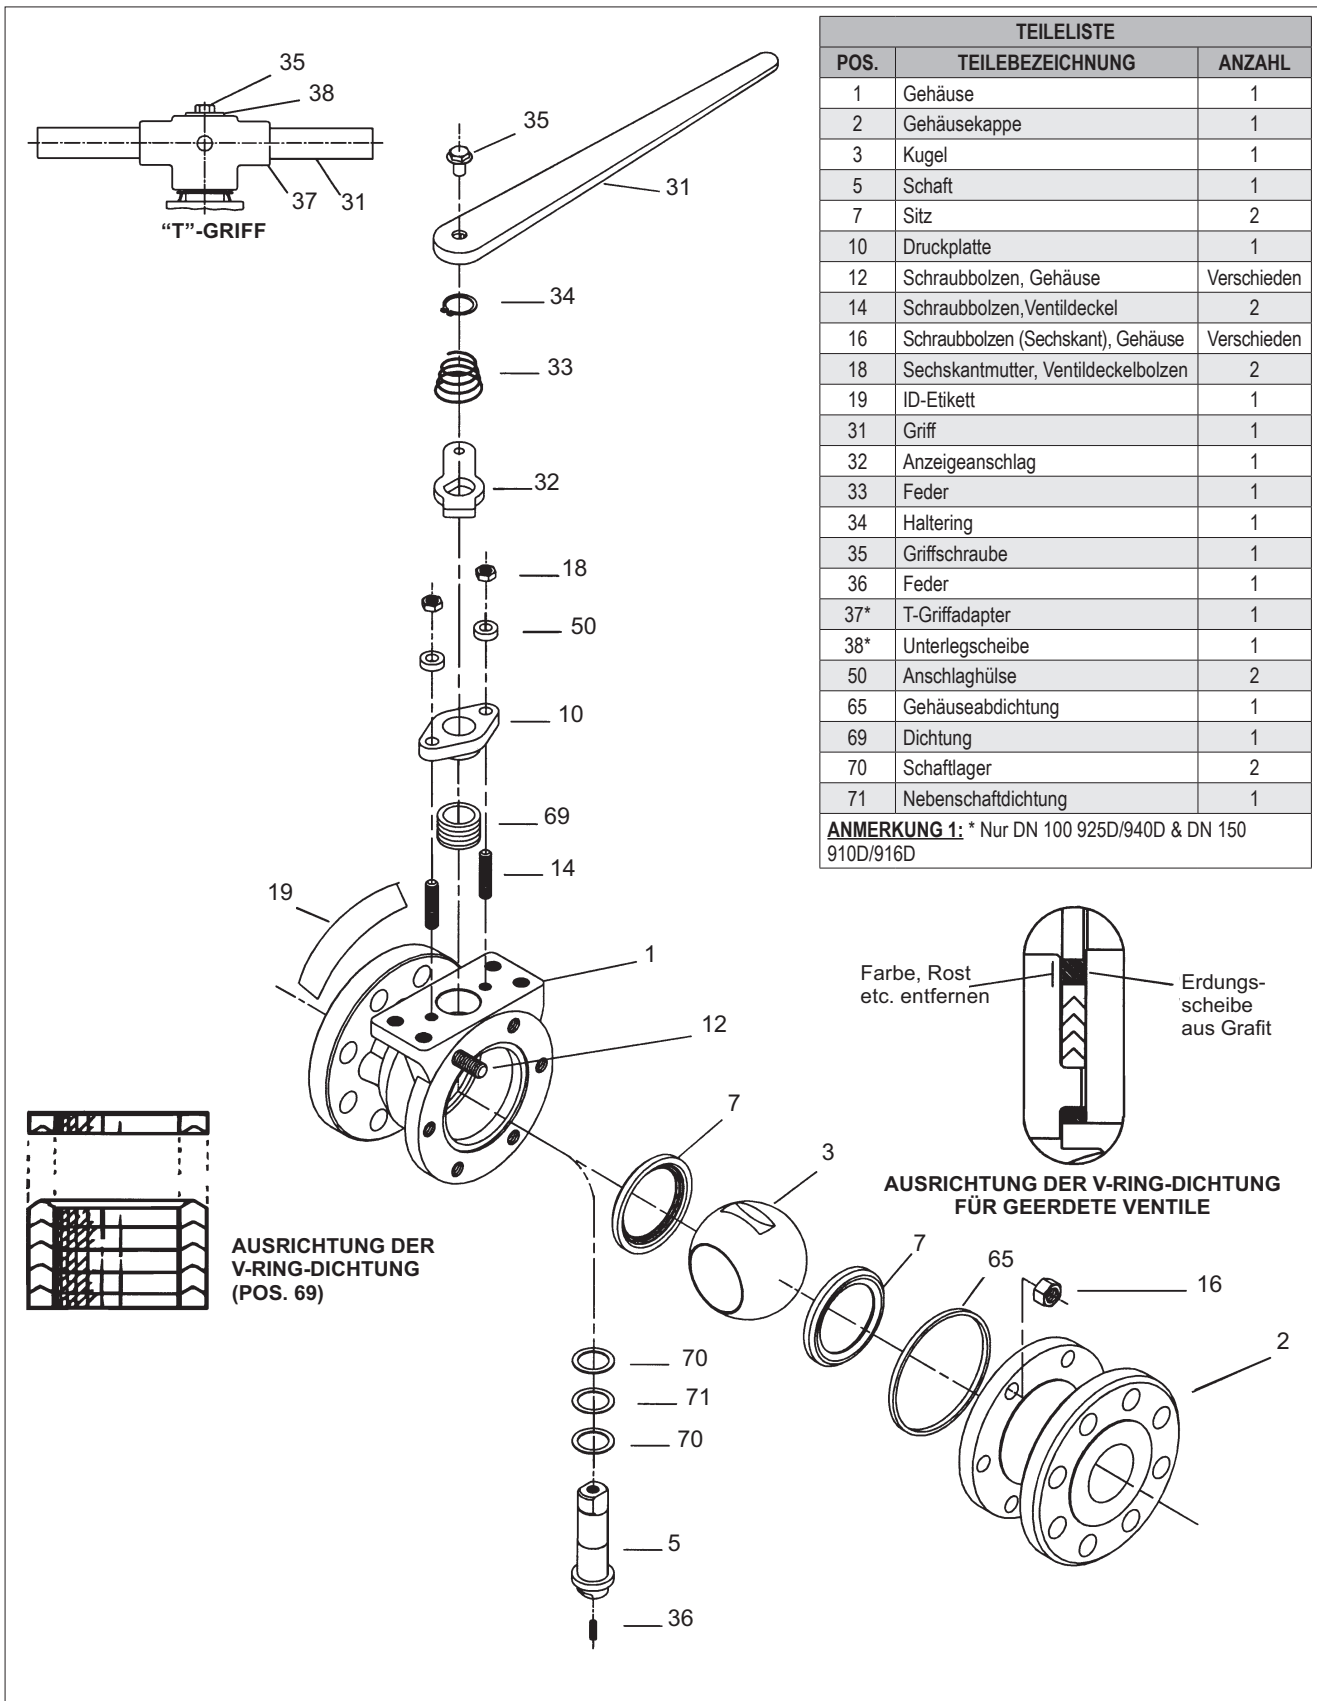
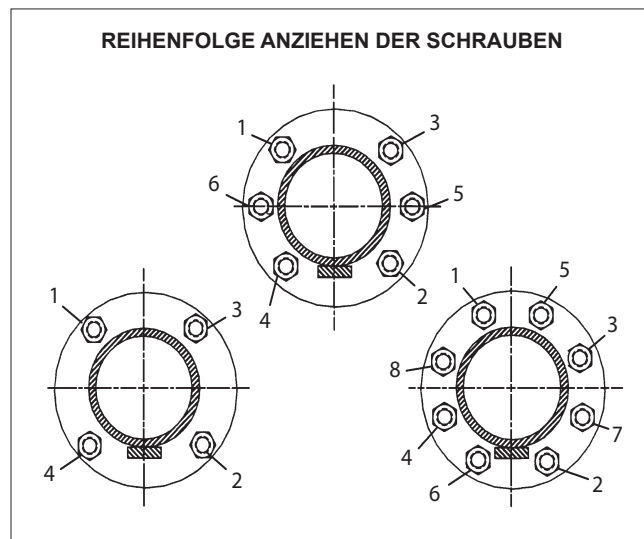

Abb. 1.
Abb. 2.
HEBEN SIE NIEMALS DAS VENTIL ODER DIE GESAMTE EINHEIT BESTEHEND AUS VENTIL UND STELLANTRIEB AM STELLANTRIEB, STELLUNGSREGLER, ENDSCHALTER ODER DEREN ROHRLEITUNG HOCH. LEGEN SIE DIE HEBEVORRICHTUNG VORSICHTIG UM DAS VENTILGEHÄUSE. WIRD DIES NICHT BEACHTET, KÖNNEN HERUNTERFALLENDE TEILE PERSONEN ODER SACHSCHÄDEN VERURSACHEN (SIEHE ABBILDUNG 2).
5. Stellen Sie das Gehäuse (1) vorsichtig hin und installieren Sie einen Sitz (7).
6. Stecken Sie vom Ventilerinneren ein Drucklager (70), eine Nebenschaftdichtung (71) und das zweite Drucklager in die Schaftbohrung. **(Siehe Abb. 1 für die ordnungsgemäße Ausrichtung.)** Platzieren Sie die Feder (36) unten in den Schaft.
7. Stecken Sie den Schaft (5) von der Innenseite des Gehäuses durch den Ventildeckel.
8. Installieren Sie die Dichtung (69). **(Falls es sich bei der Abdichtung um eine V-Ring-Dichtung handelt, muss sie auf jeden Fall in der in Abbildung 1 gezeigten Richtung installiert werden.)** Falls das Ventil geerdet werden muss, nehmen Sie einen der mittleren V-Ringe ab und platzieren Sie die Grafiterdscheibe oben auf den Stapel. **(Siehe Abbildung 1.)**
9. Setzen Sie die Druckplatte (10) auf den Schaft (5) und die Schraubbolzen (14). Stecken Sie die Anschlaghülsen (50) und Muttern (18) auf die Schraubbolzen (14), drehen Sie sie mit der Hand fest und ziehen Sie sie um eine weitere 1/4 Umdrehung fest.
10. Installieren Sie die Kugel (3) und drehen Sie sie dabei in geschlossener Position auf den Schaft (5). Rütteln Sie etwas an der Kugel, um sicherzustellen, dass der Schaft mitten im Kugelschlitz sitzt (**siehe Abb. 1, Lage der Kugel in Relation zum Schaft**).
11. Drücken Sie die Gehäusedichtung (65) vorsichtig in die ausgefräste Aussparung im Gehäuse (1).
12. Platzieren Sie den verbleibenden Sitz (7) oben auf die Kugel.
13. Platzieren Sie die Gehäusekappe (2) über die Gehäusebolzen (12). Dabei müssen Sie darauf achten, dass die Gehäusekappe und das Gehäuse gemäß den Ausrichtungsmarkierungen, die vor dem Zerlegen vorgenommen wurden, ordnungsgemäß ausgerichtet sind. Dabei dürfen die Gehäusedichtung (65) oder der Sitz (7) nicht beschädigt werden.
14. Schmieren Sie die Gewinde und Mutteroberflächen (16) mit Never-Seez® oder einem ähnlichen Gleitmittel. Installieren Sie die Muttern (16) auf den Gehäusebolzen (12) und ziehen Sie sie in der im Diagramm gezeigten Reihenfolge (**Abb. 2**) mit dem in **Tabelle 2** aufgeführten Drehmoment an.
15. Platzieren Sie den Anzeigeanschlag (32) mit nach unten weisender Unterseite über den Schaft, so dass sich der längere Teil über dem Gehäuse befindet.
16. Setzen Sie die Feder (33) auf den Schaft (5), wobei der größere Durchmesser den Anzeigeanschlag (32) berührt.
17. Drücken Sie die Feder (33) zusammen und halten Sie sie mit dem Haltering (34) im Schaftnut (5) nach unten.
- Die in Abbildung 1 angegebene Teilenummer, den Teilennamen und die benötigte Stückzahl